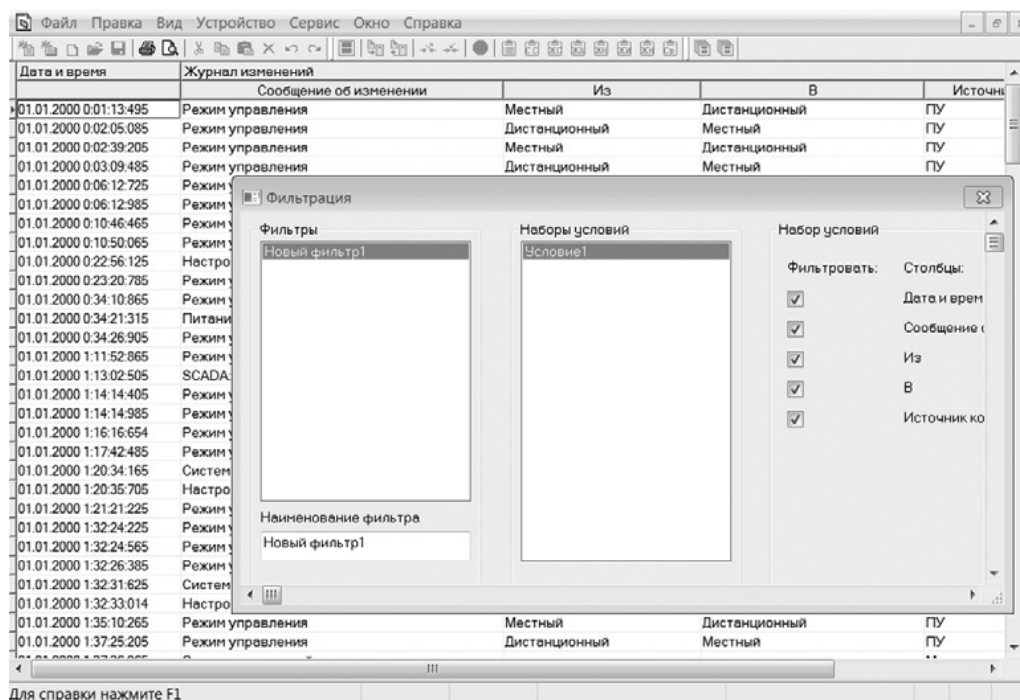

Рис. 4.37. Фильтр данных
2. В открывшемся окне настроить условия фильтрации данных (см. рис. 4.37) .